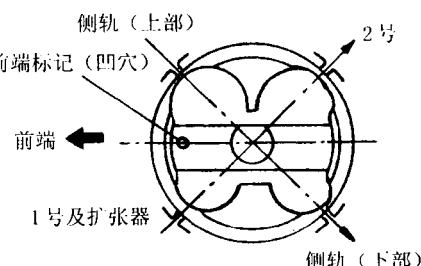

图2-10 活塞环开口位置
①用活塞销拆装座, 在手动压力机上将活塞销压入连杆小头孔中。压时, 将长棒放在下面座孔内引导活塞销下移, 以免压偏活塞销, 而将短棒作为压头, 直压到活塞销中线与连杆中线相重合。装好后, 活塞、连杆上的朝前记号应在同一侧。
②装活塞环时, 应用活塞环钳安装气环, 气环上的记号朝上, 且第一、二道不能相互错位。组成油环的刮油片、衬环等, 相互位置无特殊要求。
③当把活塞连杆组装入气缸时, 第一道气环的开口位置应朝向发动机前端; 第二道气环及油环衬环的开口与其相隔120°(图2-10); 油环刮油片的开口分布在衬环开口的两边, 且各相隔90°。要使用活塞环箍住活塞环后, 才能将活塞装入气缸。活塞、连杆上的朝前记号应指向发动机前端。
④安放连杆轴瓦的要求与安放曲轴主轴瓦的要求相同。扣连杆轴承盖时, 其上的朝前记号(凸点)指向发动机前端, 其编号与缸号要相符, 分2~3次均匀地拧紧连杆螺母, 最后拧紧力矩为21~28N·m。